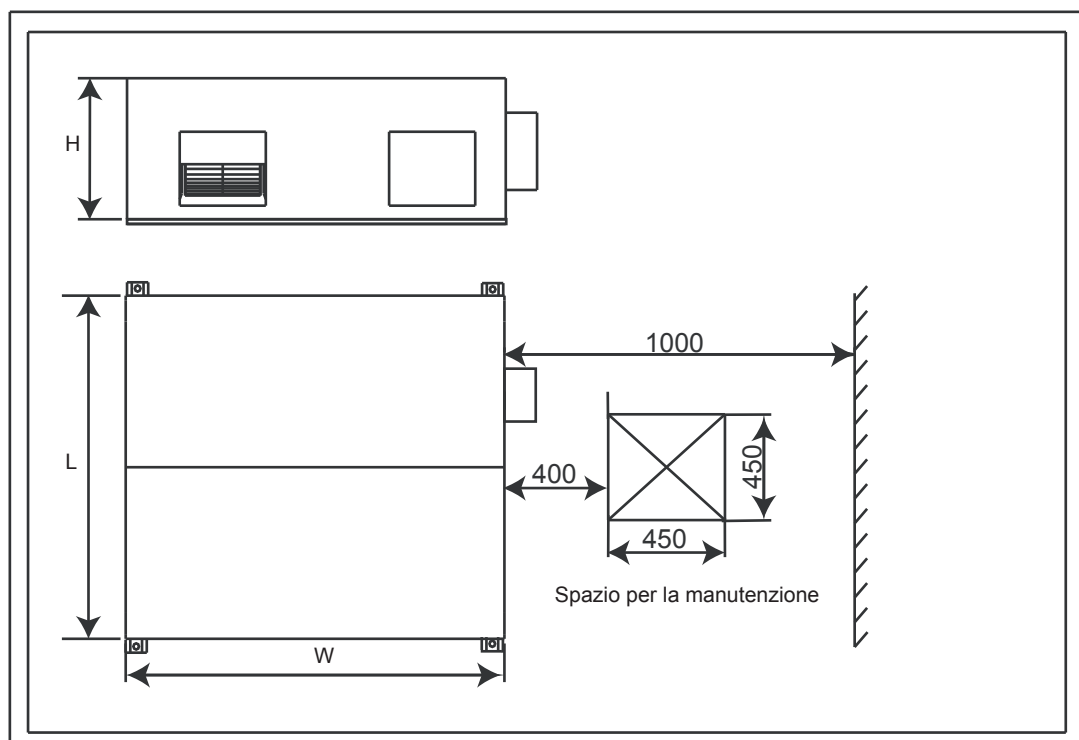

Fig. 3-3 Specifiche di dettaglio della struttura e spazio di manutenzione
- La dimensione di installazione e lo spazio di manutenzione. (Cfr. la seguente immagine allegata Fig. 3-3)